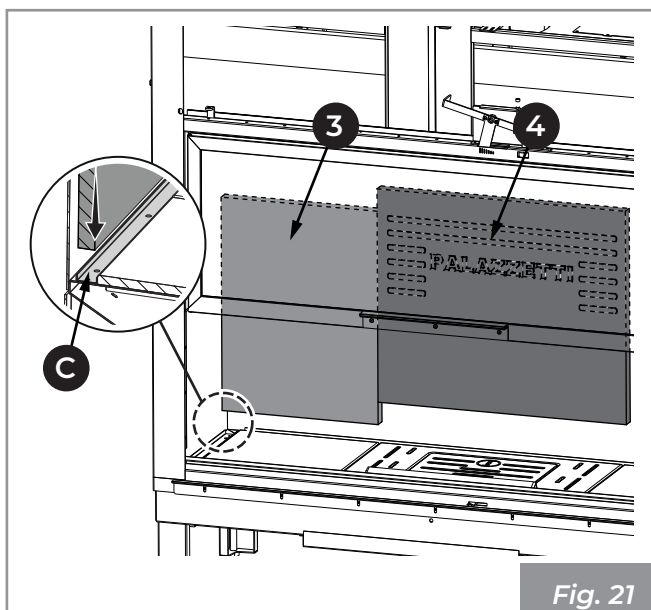

Fig. 21
- 1) Apoyar los paneles posteriores refractarios derecho (3) y central (4) a la pared del econobloque y deslizarlos suavemente hasta su posición, centrando la guía (C) presente detrás de la base de hierro fundido (Fig. 21).